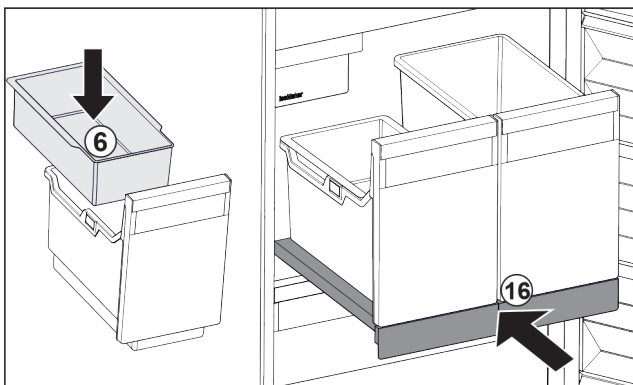

Fig. 101
- ▶ Installer le balconnet Fig. 101 (6) pour glaçons.
- ▶ Rentrer le compartiment coulissant avec le bac (IceTower). Fig. 101 (16)